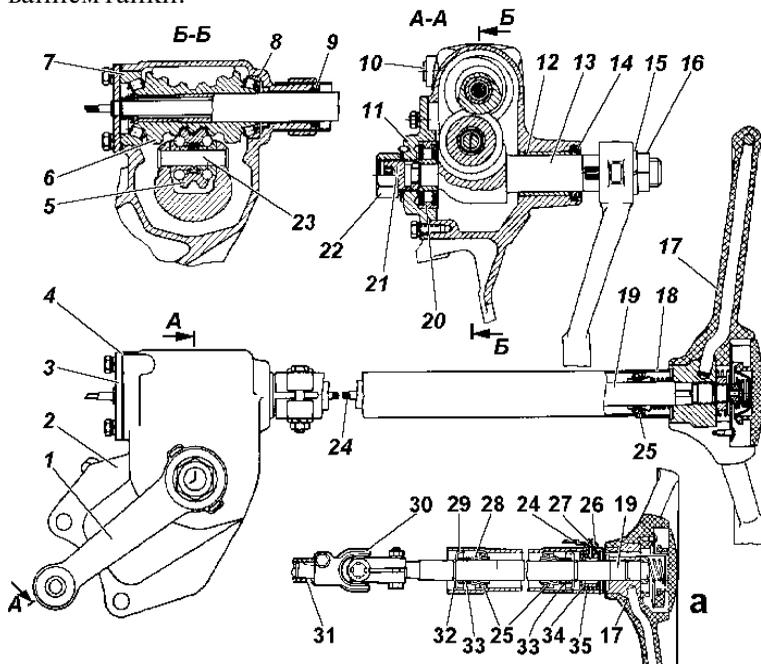

Рис. 7.1. Рулевой механизм:
Рулевой механизм показан на рис. 7.1. Рабочей парой рулевого механизма является глобоидальный червяк 6 и двухгребневый ролик 5. Червяк, напрессованный на пустотелый вал 19, установлен в картере на двух конических роликоподшипниках 7 и 8. Надежность соединения червяка с валом обеспечивается шпоночным выступом и шлицами червяка.
На часть автомобилей устанавливается рулевая колонка измененной конструкции (рис. 7.1а). В этом случае вал червяка соединен с валом рулевой колонки шарниром 30 с крестовиной на игольчатых подшипниках. В вилках подшипники закреплены раскерновкой кромки посадочного отверстия.
При обслуживании рулевой колонки с карданным шарниром (рис. 7.1а) обращать внимание на состояние крепления подшипников в вилках шарнира рулевого управления.
Регулировку затяжки подшипников червяка производить с помощью прокладок 4 (рис. 7.1), установленных между картером и нижней крышкой картера рулевого механизма, в следующей последовательности:
4. Вращая регулировочный винт 21 (рис. 7.1) по часовой стрелке, устранить зазор в зацеплении.